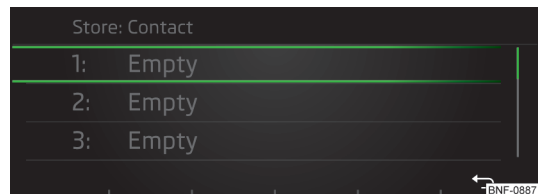

Fig. 114
- Selezionare la posizione per la memorizzazione del preferito » **fig. 114**.